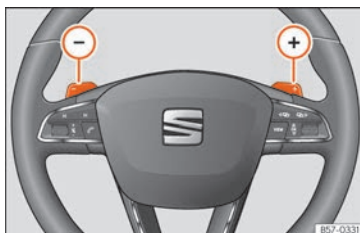

Fig. 216 Volante: leve per il cambio automatico.
- Premere la leva a bilanciere del cambio (+) per inserire una marcia superiore » **fig. 216**.